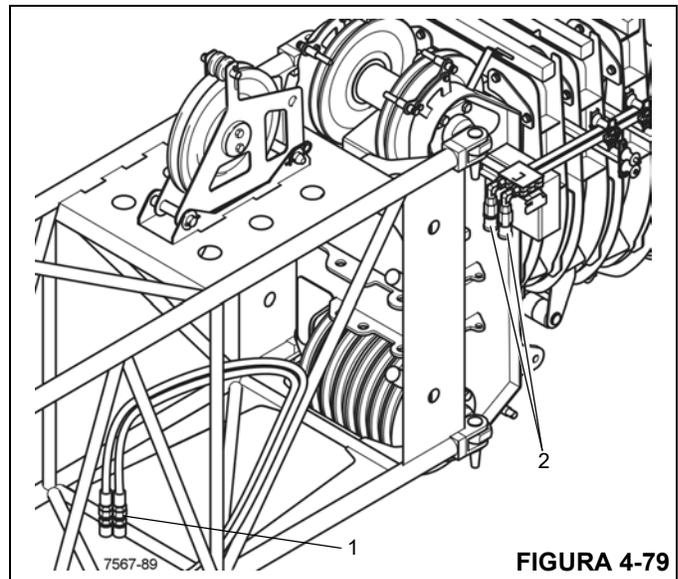

FIGURA 4-79
1. Desconecte las mangueras (3) de los extremos de manguera largos (4) (Figura 4-79).
5. Desconecte las mangueras de extremo corto (1) (Figura 4-79) de la extensión de 26 pies (8 m) de los conectores de la punta de la pluma (2).